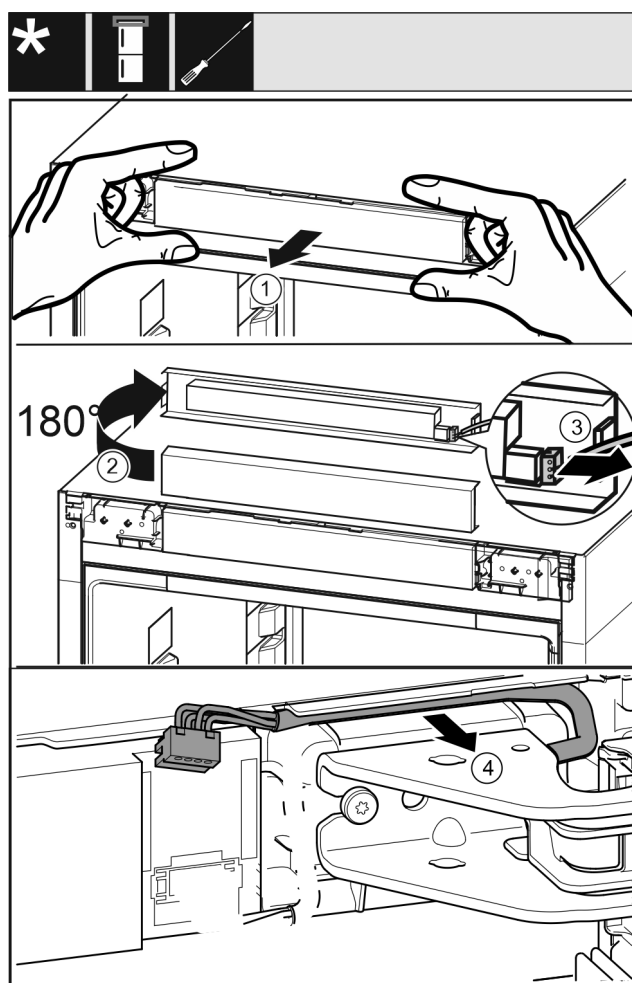

Fig. 19
- ▶ Løsn apparatets betjeningsafdækning forsigtigt fremefter. Fig. 19 (1)
- ▶ Drej betjeningsafdækningen 180° op. Fig. 19 (2)
- ▶ Tryk låsetapperne forsigtigt bagud, og træk stikket forsigtigt ud. Fig. 19 (3)
- ▶ Løsn forsigtigt kabelforbindelsen fra føringen over hængselkonsollen. Fig. 19 (4)